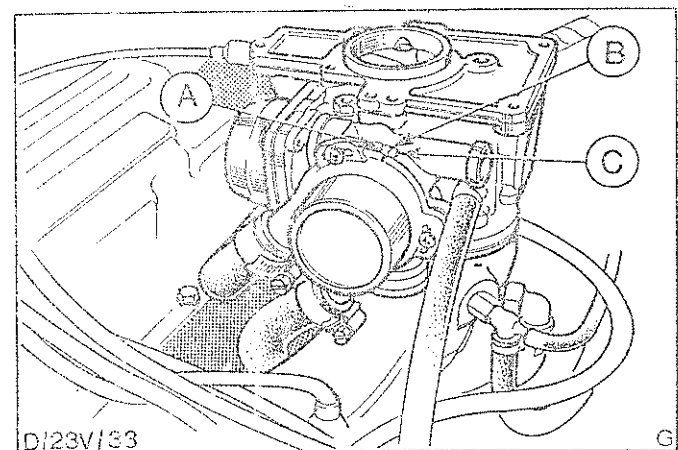

Abb.68 Einstellmarkierungen, Gehäuse-Startautomatik
8. Startautomatikgehäuse gemäß Einstellmarkierungen ausrichten und Befestigungsschrauben (3) festziehen. Abb.68 zeigt die Einstellmarkierungen des Startautomatikgehäuses.